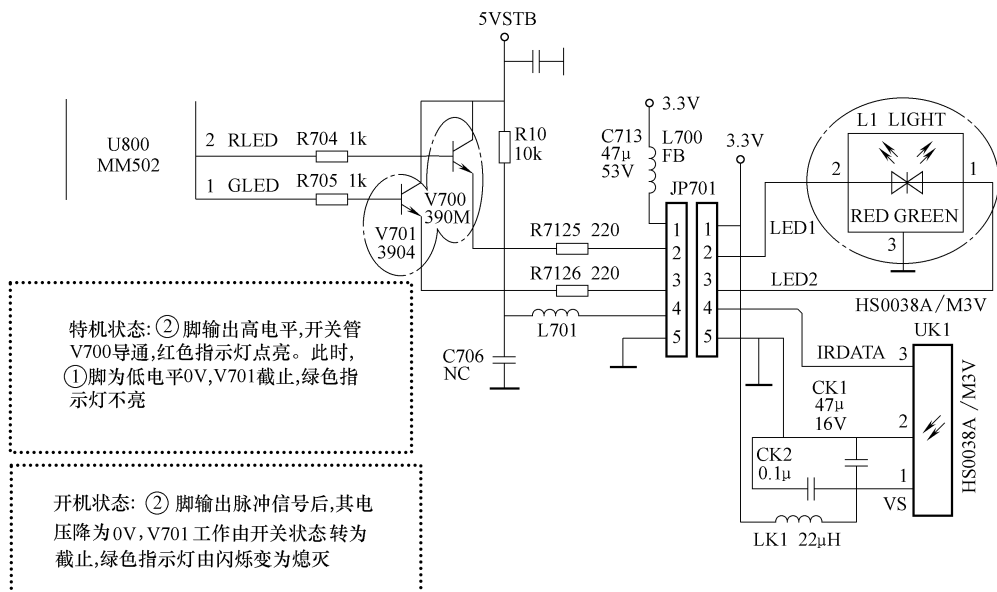

图 4-53 指示灯电路控制原理分析图
(3) 指示灯电路控制原理
该机型的指示灯电路通过 MM502 的引脚① (绿色) 和引脚② (红色) 两个控制端输出的高电平或低电平的脉冲信号, 使开关晶体管 V700 和 V701 导通或截止, 从而实现对指示灯的指示状态进行控制, 如图 4-53 所示。
(4) 高频头伴音制式转换电路及静音电路控制原理